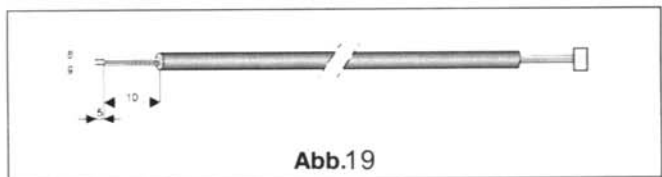

Abb.19
5. Bereiten Sie das Ende des Doppelader Kabels zum Verbinden wie in Abb.19 vor.